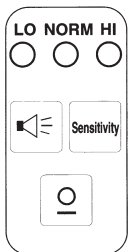

Figura 3
1. **PUESTA EN MARCHA:** Para la puesta en **MARCHA** y **PARADA** pulsar el botón de **ALIMENTACIÓN** del teclado (ver la Figura 3).